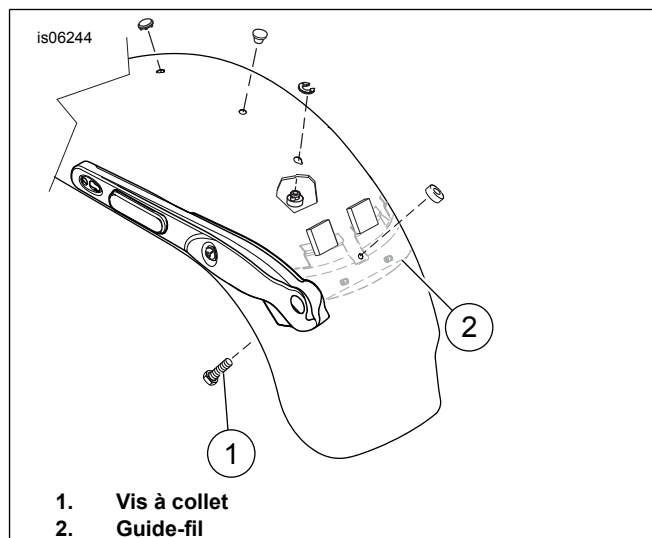

Figure 3. Installation de sangle de maintien – modèles FXDWG
4. Installer la vis à collet à partir de l'intérieur du garde-boue dans le trou de montage de sangle de maintien du garde-boue. Attacher la vis avec l'écrou de retenue de selle. **Pour les modèles FXDWG de 2010 et plus récents** : Voir Figure 3. Vérifier que la tête de la vis à collet (1) est dégagée du guide-fil (2) et installée contre le garde-boue.